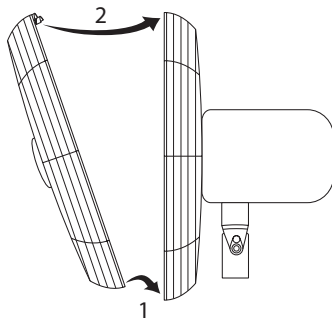

FIGURA 10
22. Con el logotipo de Hunter hacia adelante y hacia arriba, conecte las lengüetas de la parte inferior de la rejilla delantera en el borde de la rejilla posterior, como se muestra en la Figura 10, flecha 1. Luego, mueva la parte superior de la rejilla delantera como se muestra en la Figura 10 flecha 2 de modo que la lengüeta de la parte superior de la rejilla delantera se enganche en el borde de la rejilla posterior.